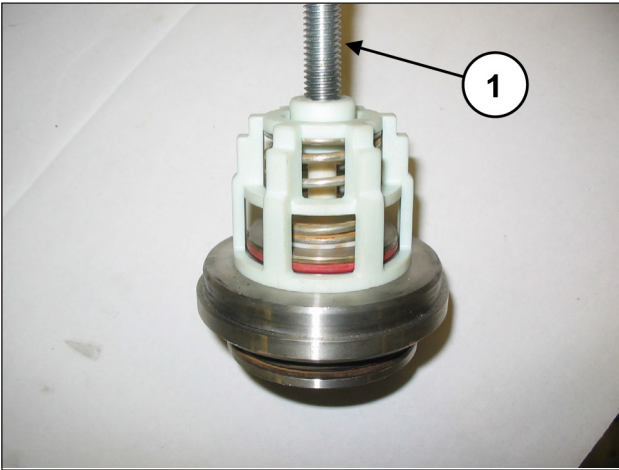

Fig. 114
Démonter les groupes de la soupape d'aspiration et de refoulement en vissant une vis M10 de sorte à appuyer sur le guide interne pour l'extraire du siège de la soupape (rep. ①, Fig. 114).